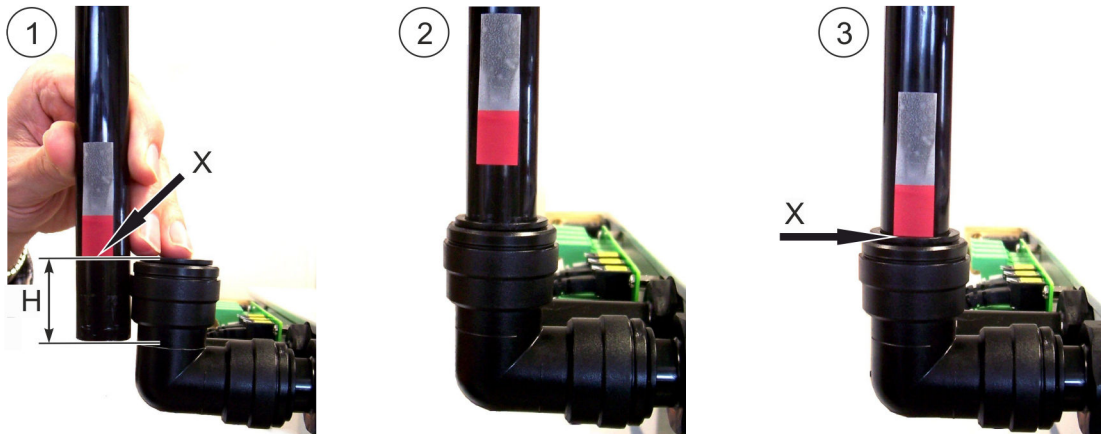

Abb. 35: Montage
1. ➤ [Abb. 35/1]: Einschubtiefe (Abb. 35/H) des Rohrs markieren (Abb. 35/X). Hilfslinie am Rohrwinkel nutzen! Einschubtiefe (H) ca. 33 mm.
2. ➤ [Abb. 35/2]: Rohr locker einstecken.
3. ➤ [Abb. 35/3]: Rohr kräftig, hör- und spürbar bis zum Anschlag und bis zur Markierung (Abb. 35/X) eindrücken.